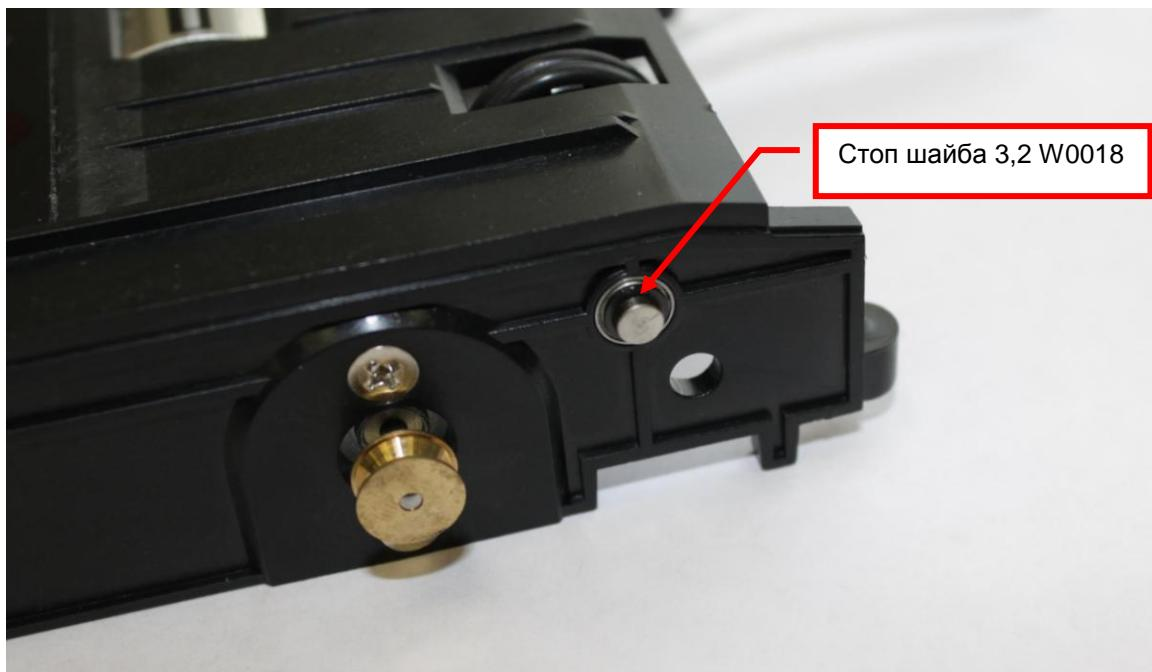

Рис. 8.39
8.16.5 Снимите, с помощью пинцета, стоп шайбу 3,2 W0018 (см. рис.8.39).